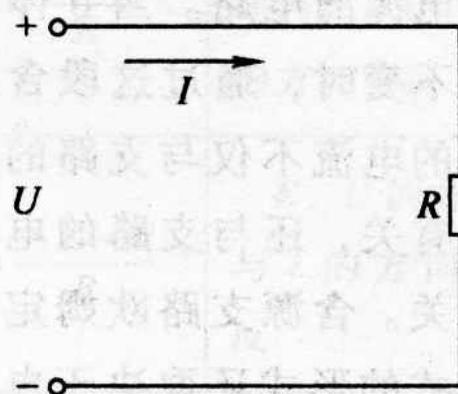

图 1-1 一段不包含电源的电路
1) 一段无源支路的欧姆定律。图 1-1 所示为闭合回路中的一段支路，这段支路中仅有电阻，故又叫做一段电阻电路的欧姆定律。